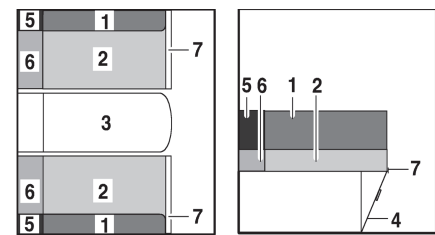

Fig. 98 Après l'agrandissement
- Rabattre la rallonge de la banquette (Fig. 98,7) vers le haut et enclencher avec le rabat (Fig. 98,4).
- Tirer le coussin de dossier (Fig. 98,1) et les coussins d'assise (Fig. 98,2) sur la rallonge de la banquette.
- Placer les coussins supplémentaires (Fig. 98,6) entre les coussins d'assise et la paroi extérieure.
- Placer les coussins supplémentaires (Fig. 98,5) entre les coussins de dossier et la paroi extérieure.